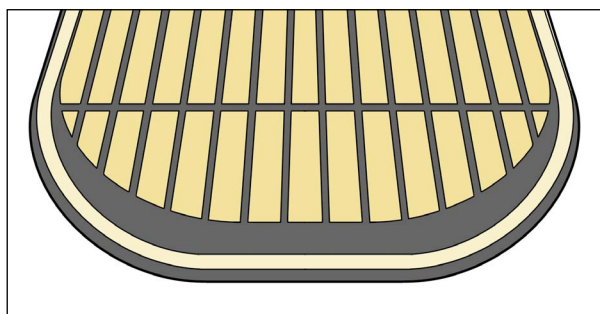

图1
3. 将新薄膜对齐，确保盖住上方的徽标（图1）。每个边应距离装置的外边沿约0.285英寸（7.24 mm）。